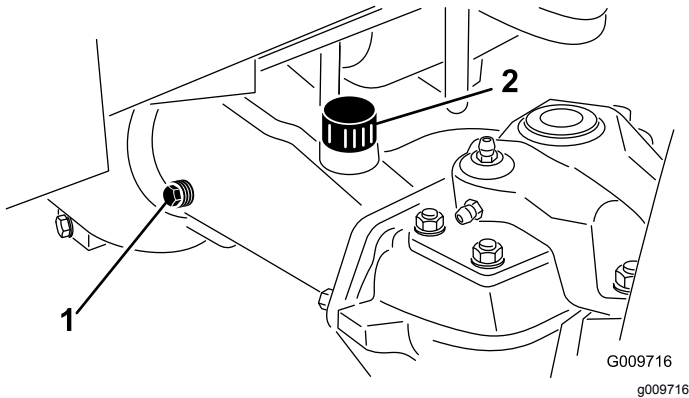

Bild 96
- Entfernen Sie eine Prüfschraube aus einem Ende der Achse (Bild 96) und stellen sicher, dass das Öl die Unterseite des Lochs erreicht. Entfernen Sie bei niedrigem Ölstand die Füllschraube (Bild 96) und füllen genug Öl ein, um den Stand bis an die Unterseite der Prüfschraubenöffnungen anzuheben.